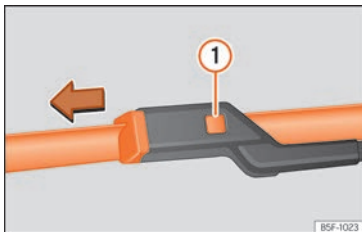

Fig. 151 Înlocuirea lamelor ștergătoarelor de parbriz
- Apăsând și mențineți apăsat butonul de deblocare » » » **fig. 151** ① și trageți ușor de lamă în sensul săgeții.